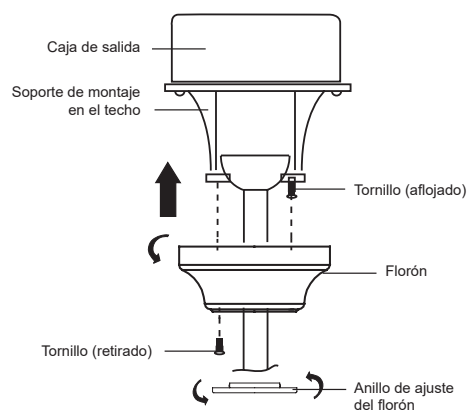

Figura 11
Paso 2. Eleve cuidadosamente el florón hasta el soporte de montaje del techo y coloque la ranura de orificio alargado en el florón, sobre la cabeza del tornillo del soporte de montaje del techo. Gire el florón hasta que este se traben en su lugar con el tornillo en la sección angosta de la ranura de orificio alargado. (Figura 11)
NOTA: Ajuste los tornillos según sea necesario hasta que el florón y el anillo de ajuste del florón queden firmemente ajustados. (Figura 11)
Instrucciones de la Variación 2: Fije el anillo de ajuste del florón al florón levantando cuidadosamente el anillo de ajuste del florón hasta el florón, alineando las lengüetas en la cubierta del florón con las muescas del florón y girando la cubierta del florón (en el sentido de las manecillas del reloj) en el florón hasta el límite. (Figura 11)